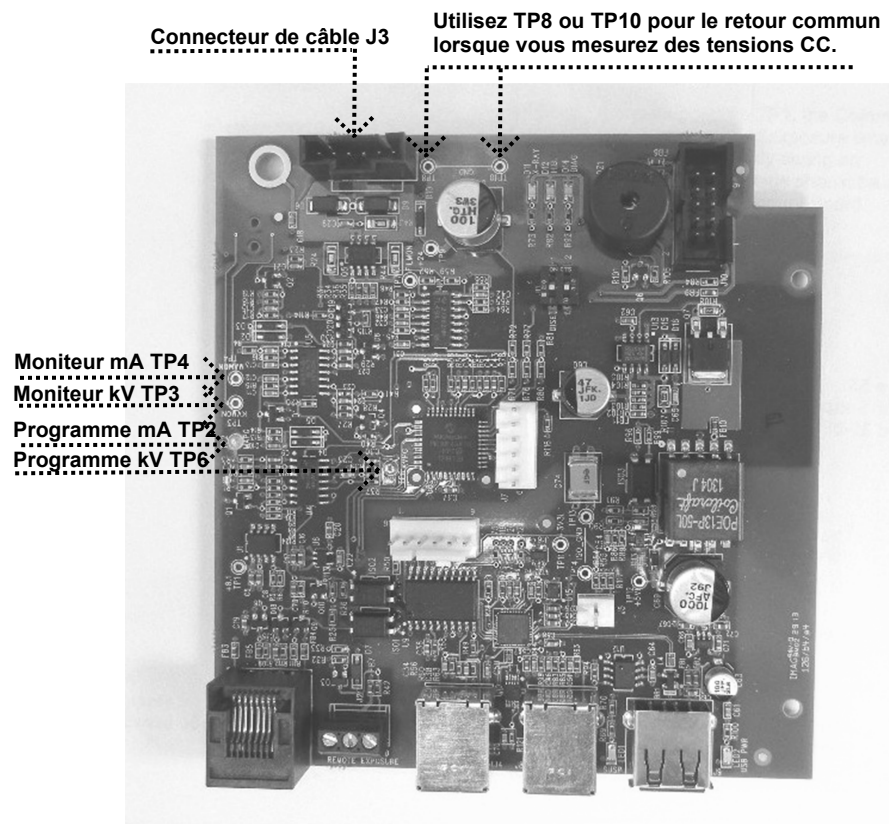

Figure 67
3. Si le câblage est considéré comme acceptable, définissez un temps d'exposition de 1,5 seconde, placez un voltmètre CC sur le retour commun TP8 ou TP10 de la carte logique et mesurez les valeurs de retour au niveau du moniteur mA TP4 et du moniteur kV TP3, comme illustré à la *Figure 67*. Recherchez les valeurs suivantes :
1. Sur la carte logique, placez un voltmètre sur le retour commun TP8 ou TP10 et le programme kV TP6, comme illustré à la *Figure 67*. Comparez ces mesures à celles du tableau suivant (VCC).
2. Pour évaluer les tensions de retour représentant la tension (kV) mesurée dans le système, comparez-les avec celles du tableau ci-dessous. Pour examiner correctement ces valeurs, définissez un temps d'exposition de 1,5 seconde et mesurez les tensions continues pendant l'exposition uniquement. Cette mesure est effectuée entre le retour commun TP8 ou TP10 et le moniteur kV TP3, comme illustré à la *Figure 67*.
1. Sur la carte logique, placez un voltmètre sur le retour commun TP8 ou TP10 et le programme mA TP2, comme illustré à la *Figure 67*. Comparez ces mesures à celles du tableau suivant (VCC).
2. Pour évaluer les tensions de retour représentant l'intensité (mA) mesurée dans le système, reportez-vous au tableau ci-dessous ; définissez un temps d'exposition de 1,5 seconde et mesurez les tensions continues pendant l'exposition uniquement. Cette mesure est effectuée entre le retour commun TP8 ou TP10 et le moniteur mA TP4, comme illustré à la *Figure 67*.